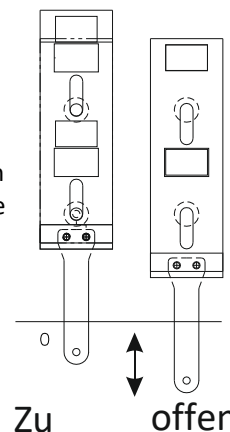

Abb. 3.
1. Korpus; 2. Feuerschutztür; 3. Sicherheitsbügel; 4. Nische; 5-I. Primärluftregler; 5-II. Sekundärluftregler; 6. Griff; 7. Rauchrohranschluss; 8. Deflektor; 9. Mauerwerk (Abb. 3); 10. Rost; 11. Aschenbecher;